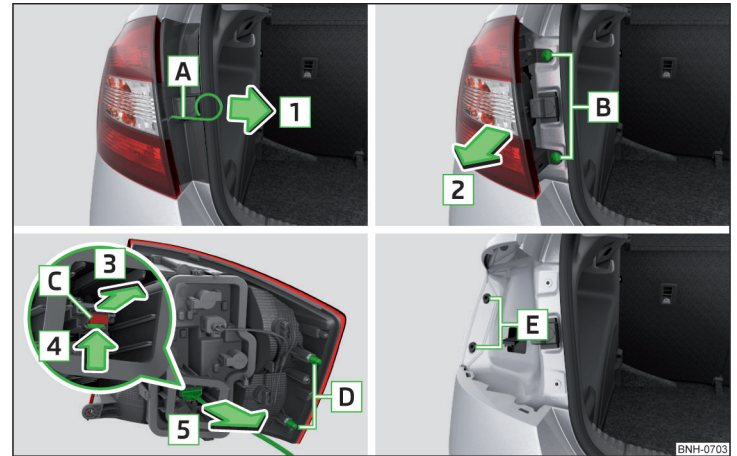

Abb. 277 Leuchte ausbauen / Stecker abziehen
- › In die Öffnung **A** » Abb. 277 den Bügel zum Abziehen der Radvollblenden einführen.
- › Die Leuchte mit den Zapfen **D** in die Aufnahmen **E** in der Karosserie einsetzen » Abb. 277.